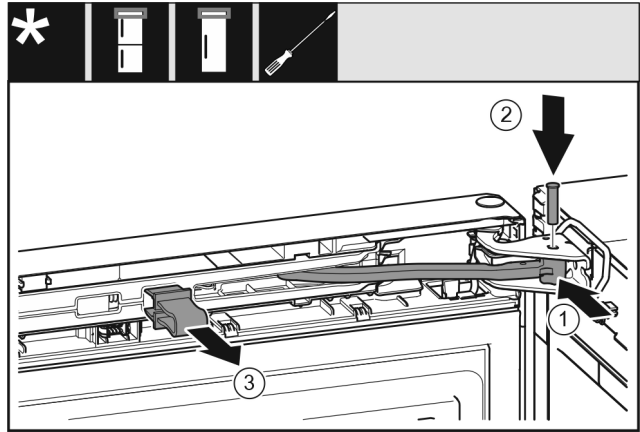

Fig. 26
- ▶ Przegub obrócić w płytce zawiasu. Fig. 26 (1)
- ▶ Sworzeń umieścić w płytce zawiasu i przegubie. Przy tym zwrócić uwagę, aby krzywka zatrząskowa została prawidłowo umieszczona w rowku. Fig. 26 (2)
- ▶ Zdjąć zabezpieczenie. Fig. 26 (3)